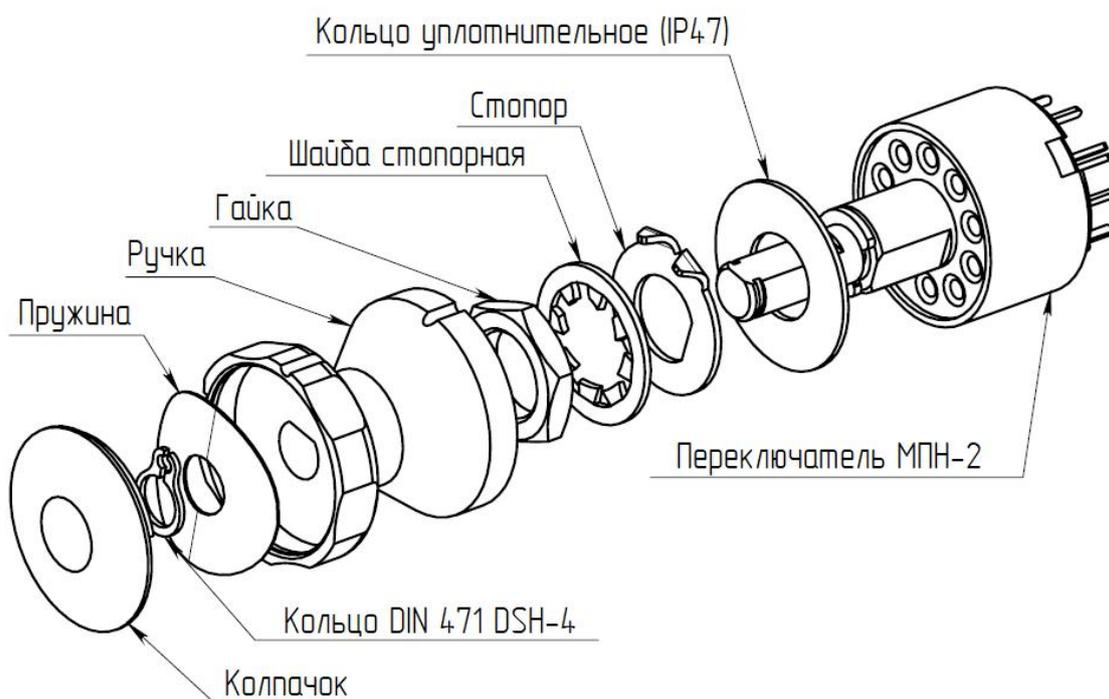

Рис. 3
2. При потребности изолировать одну или несколько позиций рекомендуется исполнение IP47-1, имеющее дополнительную опцию – «защищённая позиция». Переключатель дополняется ручкой с элементами её монтажа: стопором, пружиной, кольцом DIN 471, колпачком (рис. 3). Монтаж заключается в следующем: